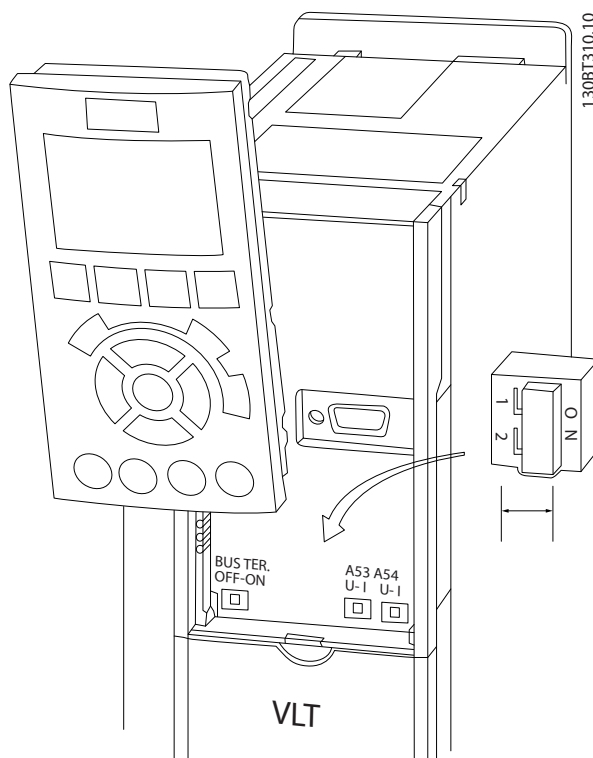

Рисунок 2.34 Расположение переключателей клемм 53 и 54
- Доступ к переключателям можно получить, сняв LCP (см. Рисунок 2.34).